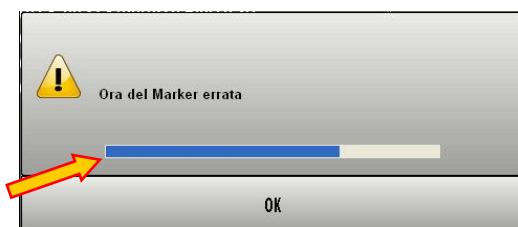
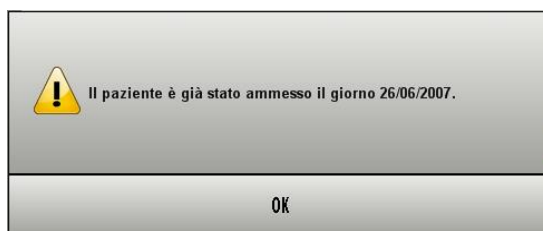

Fig 52 – Finestra a tempo con singola opzione
Fig 55 – Finestra senza timer con singola opzione
- 1) Finestra a tempo con singola opzione (Fig 52).
La barra indicata in Fig 52 è un timer che indica per quanto tempo ancora la finestra resterà sullo schermo. La parte blu della barra si accorcia con lo scorrere del tempo.
4) Finestra senza timer con singola opzione (Fig 55)
La finestra illustrata in Fig 55 fornisce, analogamente a quella vista in Fig 52, informazioni riguardo a un errore di procedura da parte dell'utente. Si differenzia da essa perché è priva di timer e resta sullo schermo finché non si dà una risposta.